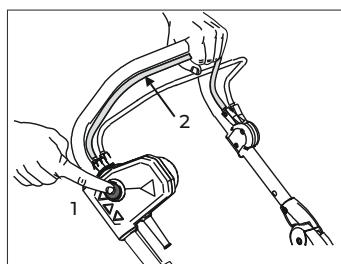

Рис. 6
7.1. Включение устройства (рис. 6)